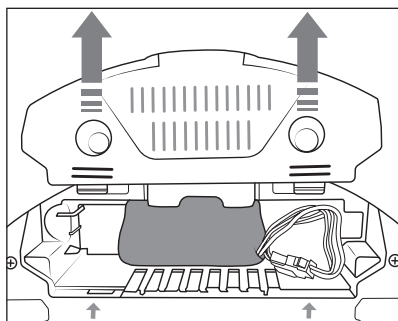

Fig. 13
- 1) Staccare la copertura del vano batteria 15 dall'apparecchio (vedere fig. 13).